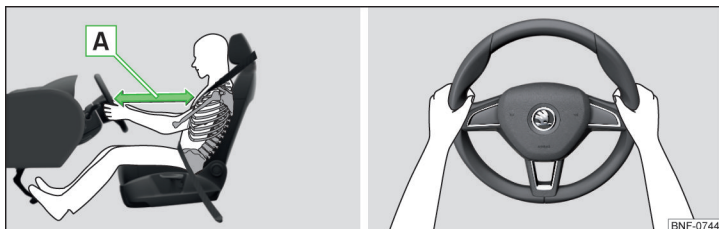

Fig. 4 Poziția corectă a scaunului șoferului/Poziția corectă la volan
- ✓ Reglați scaunul șoferului, astfel încât pedalele să poată fi apăsată complet cu picioarele ușor îndoite iar distanța dintre volan și stern să fie de cel pu-țin 25 cm » fig. 4 - A.
- În timpul mersului volanul trebuie ținut cu ambele mâini, de partea exte-rioară laterală, în poziția „orei 9” și „orei 3” » fig. 4. Nu țineți niciodată vola-nul în poziția „ora 12” sau în altă poziție (de exemplu de centrul volanului, de marginea interioară etc.). În caz contrar, la declanșarea airbagului se pot produce accidente grave la brațe, mâini și cap.